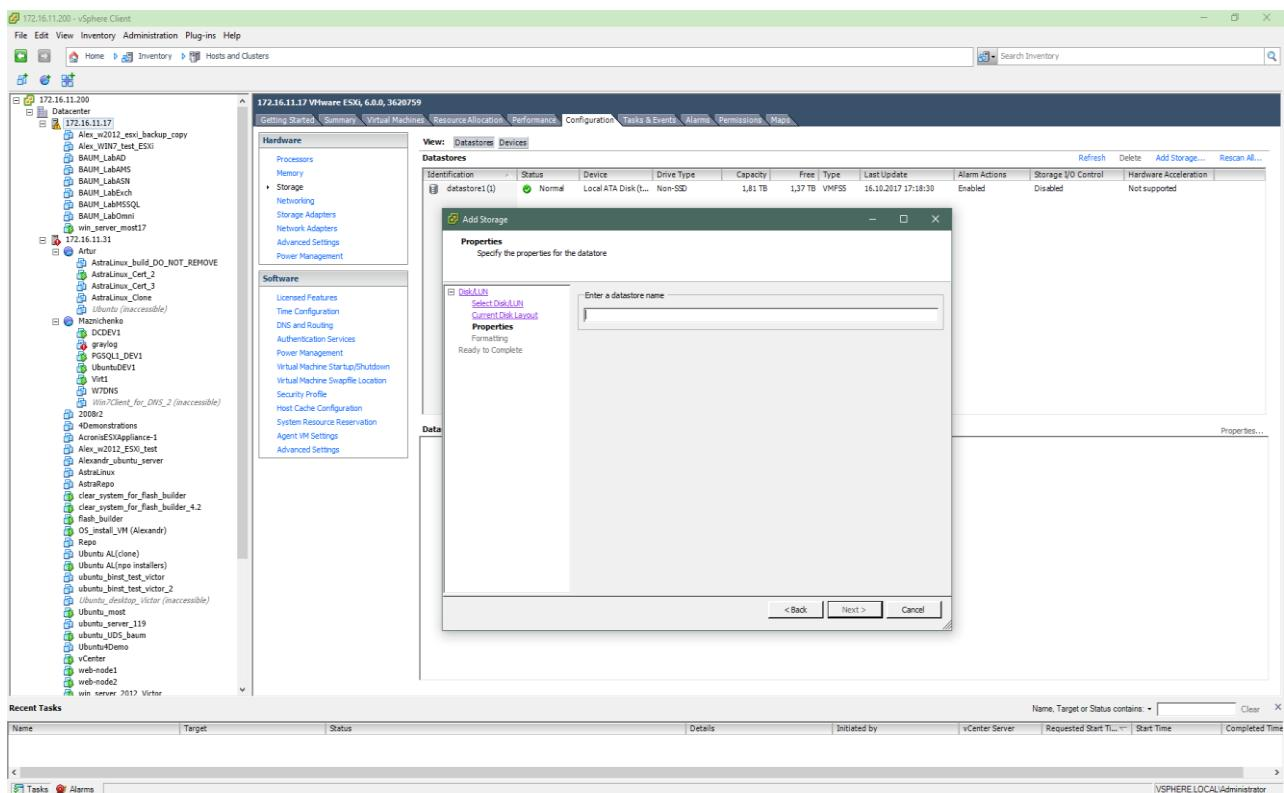

**Рисунок 105 – Выбор луна Storage**
10. Нажмите на кнопку «Next» (см. Рисунок 105).